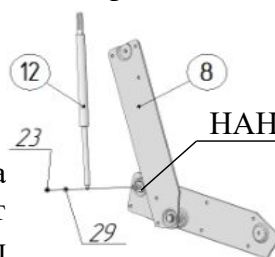

Рис.3.1
3. **НАНЕСТИ НА ОСИ МЕХАНИЗМОВ ПОДЪЁМА ПОЗ.7 И 8 СМАЗКУ ПОЗ.34** в соответствии с рис.3.1 и 3.2. Присоединить газлифты поз. 12 к механизмам поз.7 и 8 штоком (тонким стержнем) вниз в соответствии с рисунками 3.1 и 3.2, используя гайки М6 со стопорным кольцом поз.23. Под гайки установить шайбы Ø6х18 стальные поз.29.